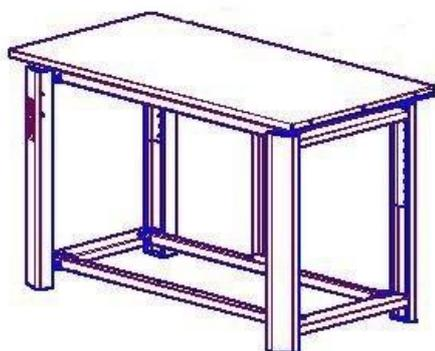

Рис.1 Верстак
- 3.1. Верстак (рис.1÷5) состоит из металлического каркаса (поз.1), собранного на болтах и различных вариантов тумб (с выдвижными ящиками или с дверцей) (поз.2), устанавливаемых на поперечины каркаса, а так же закрепленной на каркасе столешницы (поз.3)